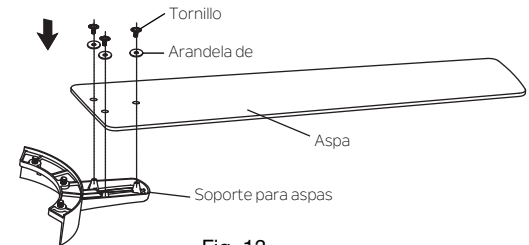

Fig. 13
Paso 1. Posicione el aspa por encima del soporte del aspa con pernos roscados, tal como se muestra. Asegúrese de que el borde inferior del aspa se apoye por completo contra el soporte del aspa. Con ayuda de un destornillador Phillips, coloque un tornillo y una arandela del aspa en el soporte del aspa (no ajuste) y repita este procedimiento para los dos tornillos y arandelas restantes de las aspas. Ajuste bien cada tornillo antes de continuar con el siguiente. Asegúrese de que el aspa esté derecha. Repita los pasos con el resto de las aspas. (Fig. 13)